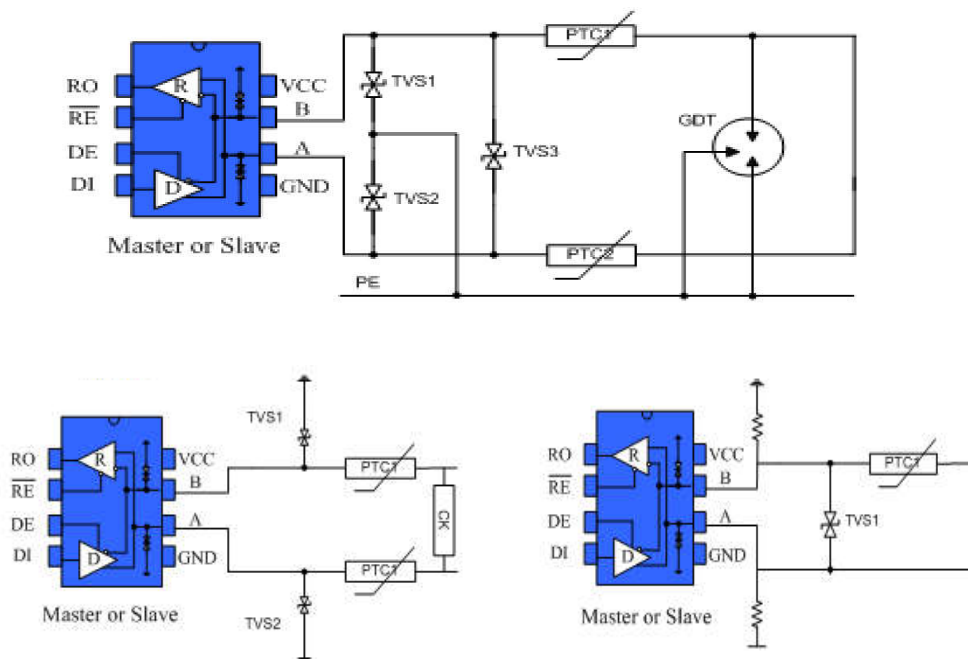

图 11 端口防护方案
4.3 总线端口防护： 在恶劣的环境下，RS485 通讯端口通常都做好静电防护、雷击浪涌防护等额外的防护，甚至还需要做好防止 380V 市电接入的方案，以避免智能仪表、工控主机的损坏。图 11 为常见的 3 种 RS485 总线端口防护方案。第一种为 AB 端口分别并联 TVS 器件到保护地，AB 端口之间并联 TVS 器件、AB 端口分别串联热敏电阻、并接气体放电管到保护地形成三级保护的方案；第二种为 AB 分别并联 TVS 到地、串联热敏电阻，AB 之间并联压敏电阻的三级防护方案；第三种为 AB 分别接上下拉电阻到电源与地，AB 之间接 TVS，A 或 B 某端口接热敏电阻的方案。